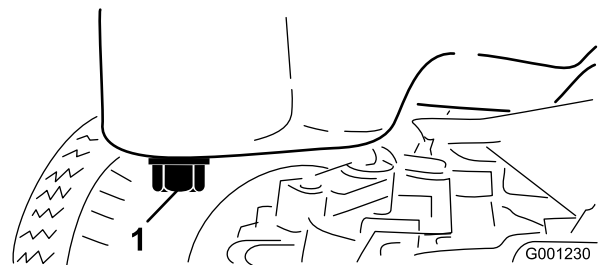

Bild 49
3. Stellen Sie eine Ablaufwanne unter die Ölwanne und richten Sie sie mit der Ablassschraube aus (Bild 49).